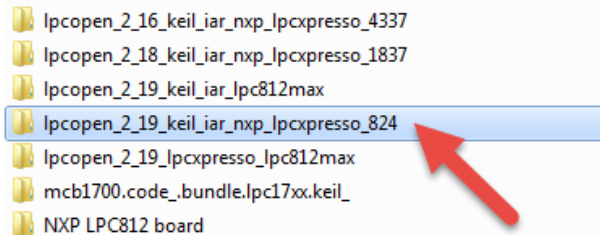

图 5
- 接下来，小伙伴可以根据自己手中的评估版和所使用的 IDE，选择合适的版本下载和安装就可以了（图 5），这里小编选择的是 LPCXpresso824-MAX v2.19 (For IAR and Keil)；